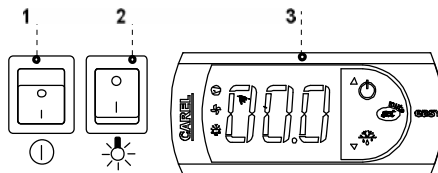

Abb.7 Steuerpaneel
- Hautschalter drücken Abb.7/1 (S.25), löst die Temperaturregelung, und des Anlageaggregats aus.
- Auf der Temperaturregelung Abb.7/3(S.25) die Temperatur einstellen (für Bedienung siehe S.29 - 30)
- Beleuchtungs-Taste drücken Abb.7/2 (S.25)